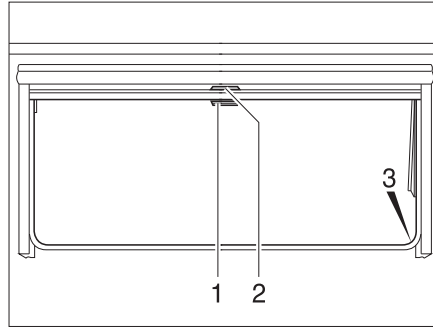

Fig. 39 Ventana abatible
- Tirar del asidero (Fig. 39,2) de la persiana oscurecedora enrollable hacia abajo. Cuando la persiana oscurecedora enrollable se cierre por completo, encajarla en el bloqueo (Fig. 39,3) a ambos lados del marco de la ventana.
- Cuando la persiana oscurecedora enrollable está completamente cerrada: Presionar el tirador (Fig. 39,2) hacia abajo y tirarlo ligeramente hacia dentro. Desenganchar la persiana oscurecedora enrollable de los bloqueos a izquierda y derecha del marco de la ventana.
- Cuando la persiana oscurecedora enrollable se encuentre en una posición intermedia: Tirar ligeramente del asidero (Fig. 39,2) hacia abajo, hasta que se hay soltado el bloqueo.
- Tirar hacia abajo de la mosquitera enrollable (Fig. 39,1) y engancharla en el bloqueo (Fig. 39,3) a ambos lados del marco de la ventana.
- Presionar el tirador (Fig. 39,1) hacia abajo y tirarlo ligeramente hacia dentro. Desenganchar la mosquitera enrollable de los bloqueos a izquierda y derecha del marco de la ventana.